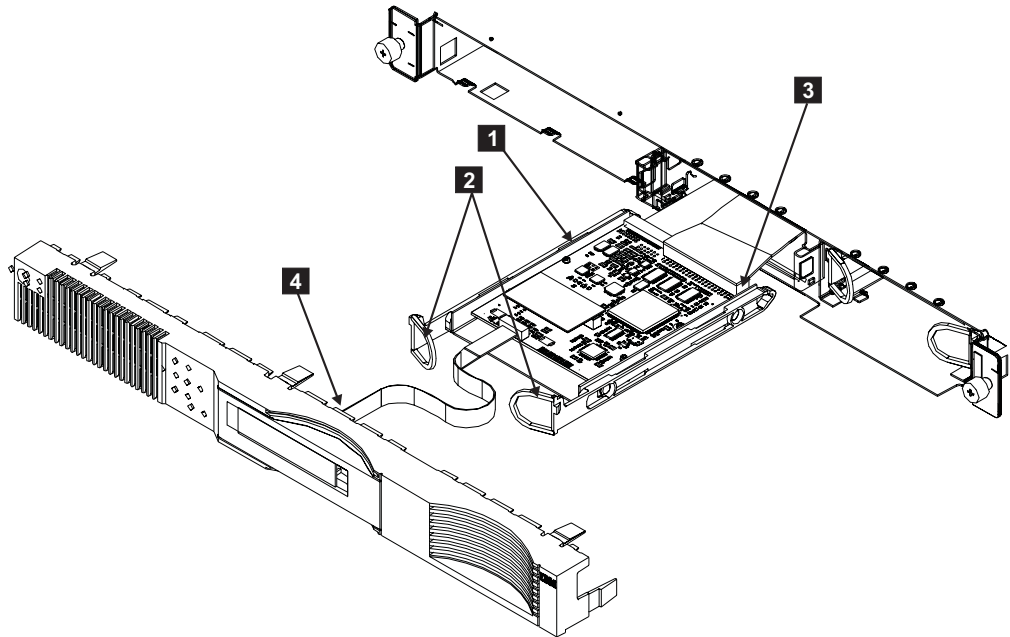

図 79. SAN ボリューム・コントローラー 2145-4F2 サービス・コントローラーの交換
1. サービス・コントローラー **1** を慎重に SAN ボリューム・コントローラー 2145-4F2 に押し込みます。図 79 を参照してください。